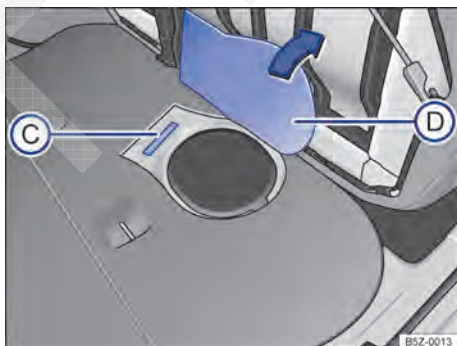

Fig. 191 Debaixo do banco traseiro sob o revestimento do assoalho (D): número de identificação do veículo (C).
O número de identificação do veículo está localizado debaixo do banco traseiro sob o revestimento do assoalho → Fig. 191 (C). Para encontrar o número de identificação do veículo, rebater o banco traseiro e levantar o revestimento do assoalho → Fig. 191 (D).